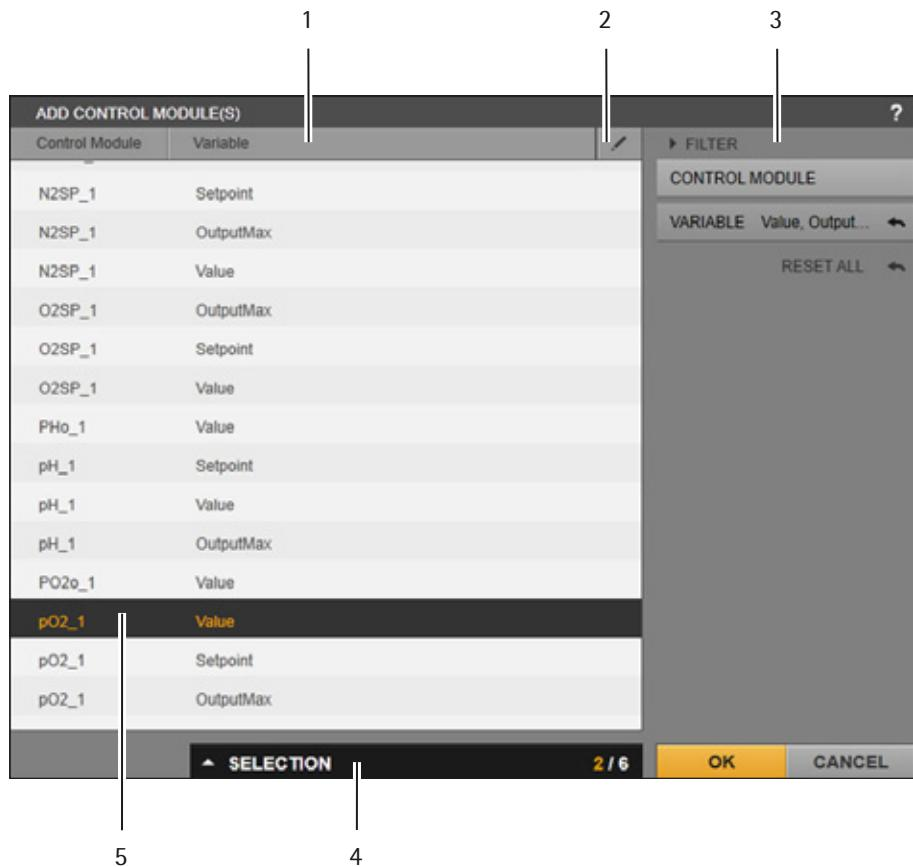

Abb. 7-10: Funktionselemente Auswahlmenü Prozesswerte
- Das Auswahlmenü „ADD CONTROL MODULE(S)“ wird eingeblendet (siehe „Abb. 7-10: Funktionselemente Auswahlmenü Prozesswerte“, Seite 122).